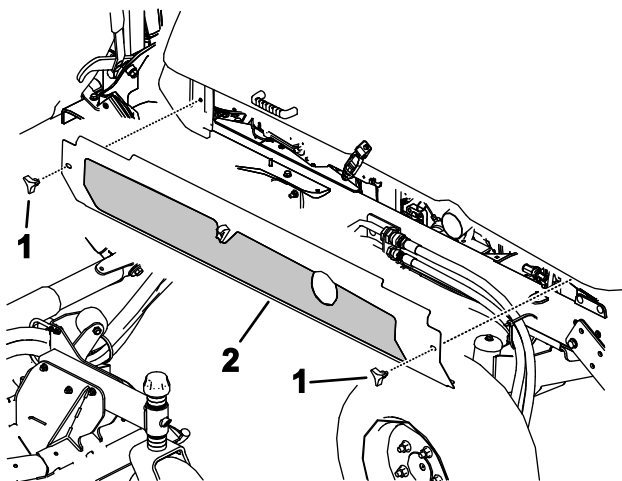

Figure 80
4. Desserrez les boutons et déposez les deux tôles de protection latérales (Figure 80).
5. Reposez les tôles de protection latérales (Figure 80).